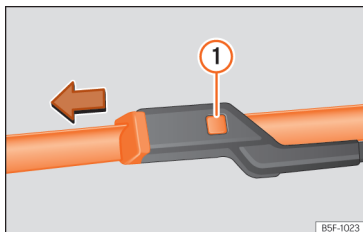

Abb. 41 Scheibenwischerblätter vorne auswechseln.
- Entriegelungstaste » Abb. 41 1 gedrückt halten und gleichzeitig das Scheibenwischerblatt in Pfeilrichtung abziehen.